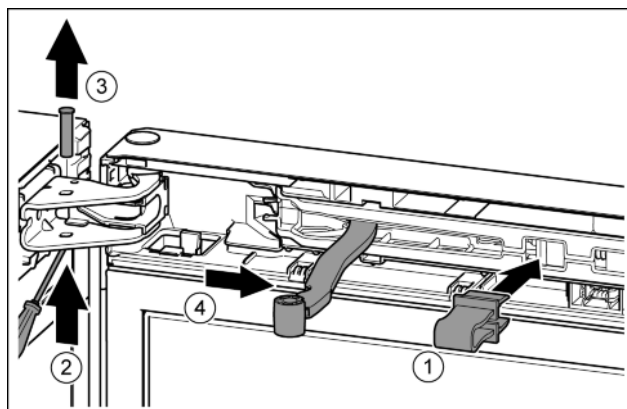

Fig. 13
- ▶ Zabezpieczenie zazębić w otworze. Fig. 13 (1)
- ▶ Sworznie wysunąć przy pomocy śrubokręta. Fig. 13 (2)
- ▶ Sworznie wyjąć w górę. Fig. 13 (3)
- ▶ Przegub obrócić w kierunku drzwi. Fig. 13 (4)